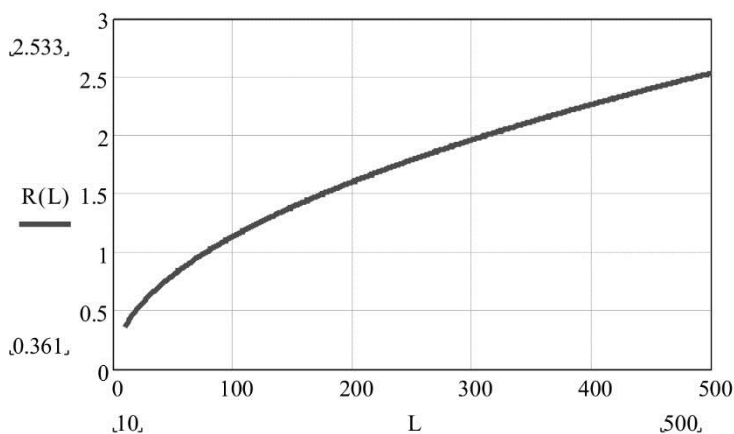

Рис. 4.3
4.4 Максимальная ширина ЧЗ на открытом участке зависит от расстояния между БПРД и БПРМ, определяется как  $2 \times R(L)$  по ориентировочному графику (см. рис. 4.3) при L равном расстоянию между БПРД и БПРМ. Ширина ЧЗ на конкретном отрезке определяется по тому же графику, но при L равном удвоенному расстоянию до ближайшего блока.
2) ширина ЗО зависит от ориентации БПРД и БПРМ, расстояния до отражающих предметов (заграждений, стен зданий и т. п.) и установленных порогов и может быть как меньше, так и больше приведенной на рис. 4.3.;